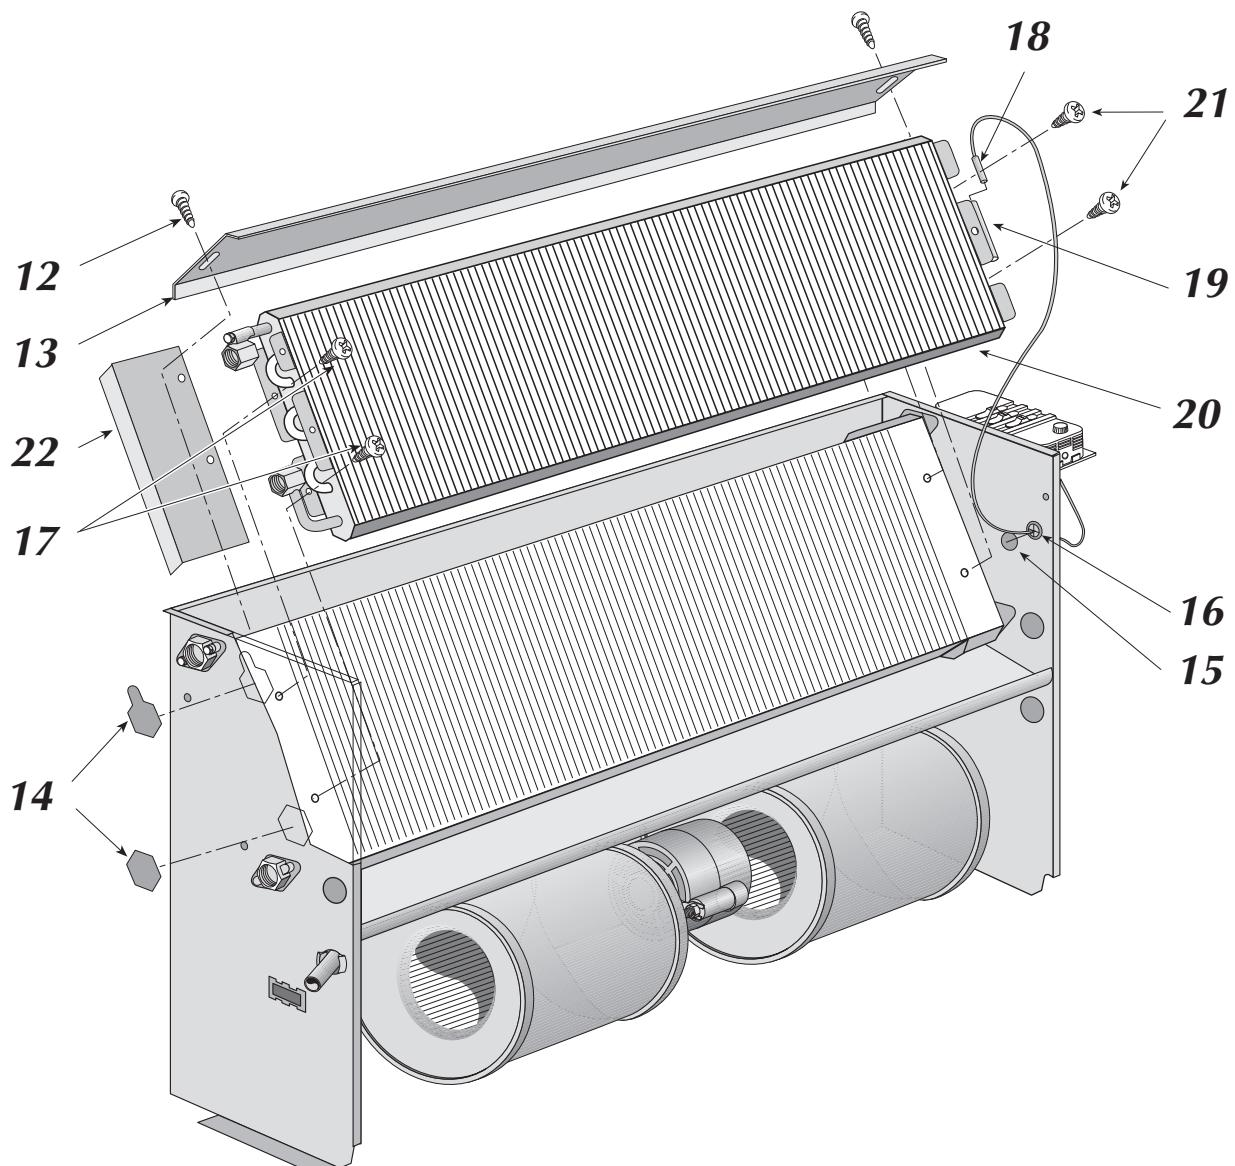

Fig. 5
- togliere ed eliminare la lamiera di protezione (22 fig. 5), necessaria solamente in fase di trasporto dell'accessorio, svitando le viti (17) da riutilizzare successivamente per il montaggio della batteria stessa;
- svitare le viti (12 fig. 5) e togliere il carter protezione batteria (13);
- togliere i due semitrciati (14 fig. 5) lato attacchi batteria;
- togliere il semitrciato (15 fig. 5) lato morsettiera, ed inserirvi il passacavo (16) in dotazione;
- svitare le due viti (17 fig. 5) della spalla batteria lato attacchi collettori;
- fissare la batteria suppletiva BV (20 fig. 5) con le viti precedentemente tolte (17) e con quelle a corredo (21);
- remove the protection sheer steel (22 fig. 5), necessary only during transport, by unscrewing the screws (17) to be used later for coil installation;
- remove the screws (12 fig. 5) then the coil guard (13);
- remove the two push-outs (14 fig. 5) from the coil connector side;
- remove the push-out (15 fig. 5) from the terminal board side, then insert the cable guide (16) supplied;
- remove the two screws (17 fig. 5) of the coil rear on the collector connection side;
- assemble the coil BV (20 fig. 5) with the screws previously removed (17) and with those supplied (21);
- enlever la tôle de protection (22 fig. 5) nécessaire uniquement en cours de transport de l'accessoire, en dévissant les vis (17) à réutiliser ensuite pour le montage de cette même batterie;
- dévisser les vis (12 fig. 5) et retirer le carter de protection de la batterie (13);
- retirer les deux hexagones prédécoupés (14 fig. 5) côté raccordements batterie;
- retirer l'hexagone prédécoupé (15 fig. 5) côté bornier et y introduire le passe-câble (16) fourni de série;
- dévisser les deux vis (17 fig. 5) du flanc de la batterie côté raccordements collecteurs;
- fixer la batterie supplémentaire BV (20 fig. 5) avec les vis précédemment retirées (17) et celles fournies de série (21);
- das Schutzbblech (22 Abb. 5) abnehmen und beseitigen, da dieses nur für den Transport des Zubehörs nötig ist. Die Befestigungsschraube lockern und dieselbe zur Installation des Wärmetauschers benutzen;
- die Schrauben (12 Abb. 5) lösen und das Schutzgehäuse der Batterie (13) abnehmen;
- die beiden halbgestanzten Teile (14 Abb. 5) an der Anschlußseite der Batterie abnehmen;
- der halbgestanzte Teil (15 Abb. 5) an der Seite des Klemmenbretts abnehmen und den mitgelieferten Kabeldurchgang (16) einführen;
- die beiden Schrauben (17 Abb. 5) an der Batterieschulter an der Sammleranschußseite lösen;
- die Zusatzbatterie BV (20 Abb. 5) mit den zuvor abgenommenen Schrauben (17) und den mitgelieferten Schrauben (21) befestigen;